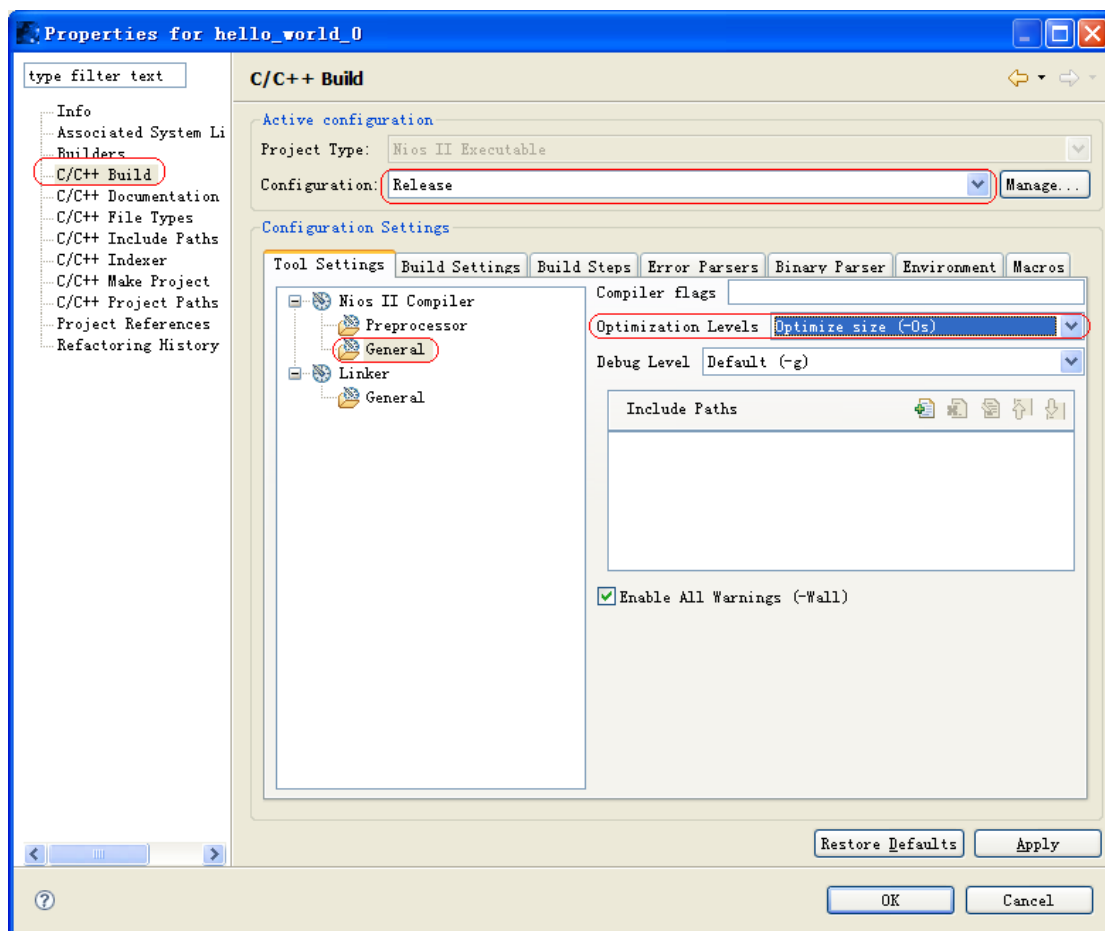

图 6-16 编译器参数
20. 依次打开两个工程(一个应用工程与一个系统库工程)的 Properties, 选中 C/C++ Build 选项卡, 将 Configuration 设为 Release, 编译器参数设为 -Os, 如图 6-16。